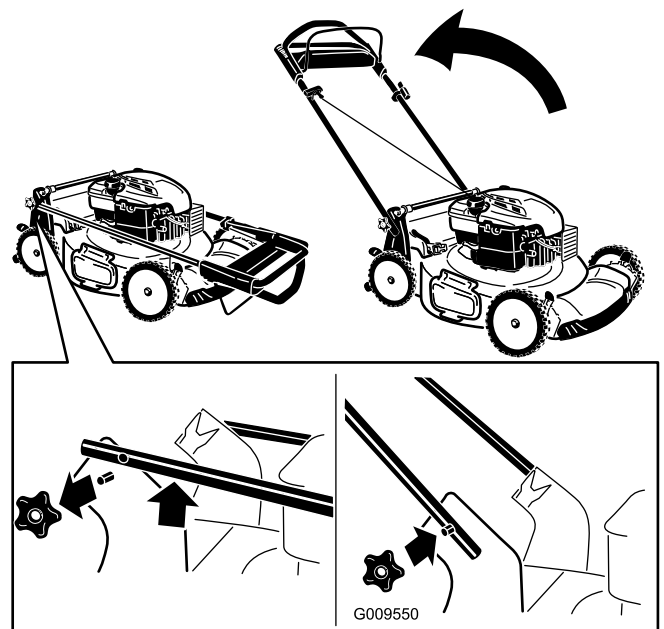

Рисунок 3
1. Снимите круглые рукоятки с корпуса газонокосилки (Рисунок 3).
- Установите и затяните круглые рукоятки, снятые на этапе 1 (Рисунок 3).